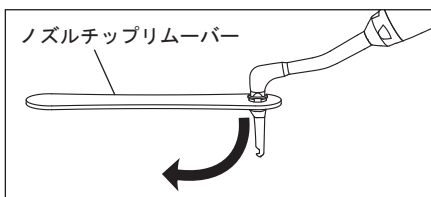

図7
5) 治療終了後、ノズルチップリムーバーを使用してハンドピースからノズルチップを取り外して、ノズルチップを廃棄してください（図7）。